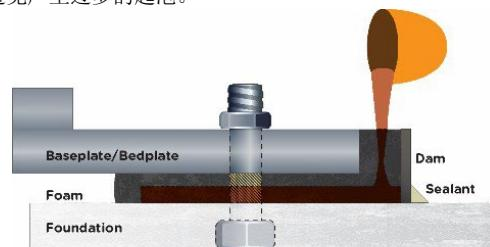

图 5 - 以细流形式浇注的贝尔佐纳 (Belzona) 7111
- a) 混合完毕后, 立即将混合好的贝尔佐纳 (Belzona) 7111 浇注到模框中。如图 5 所示, 让本产品以细流的形式自由流过设备及设备下方, 避免产生过多的起泡。